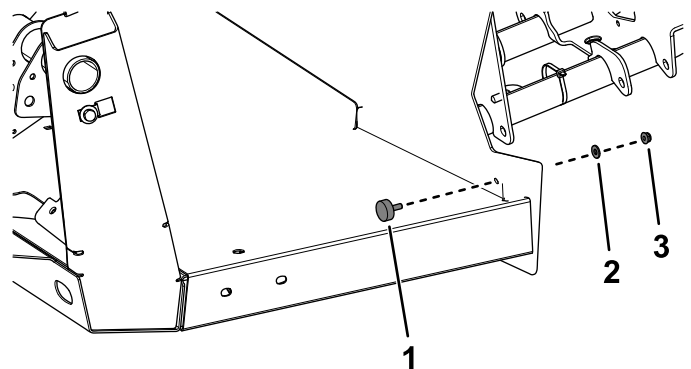

Figura 24
5. Montați un dop din cauciuc folosind o aibă și o piuliță cu guler (1/4") pe fiecare parte (Figura 24).